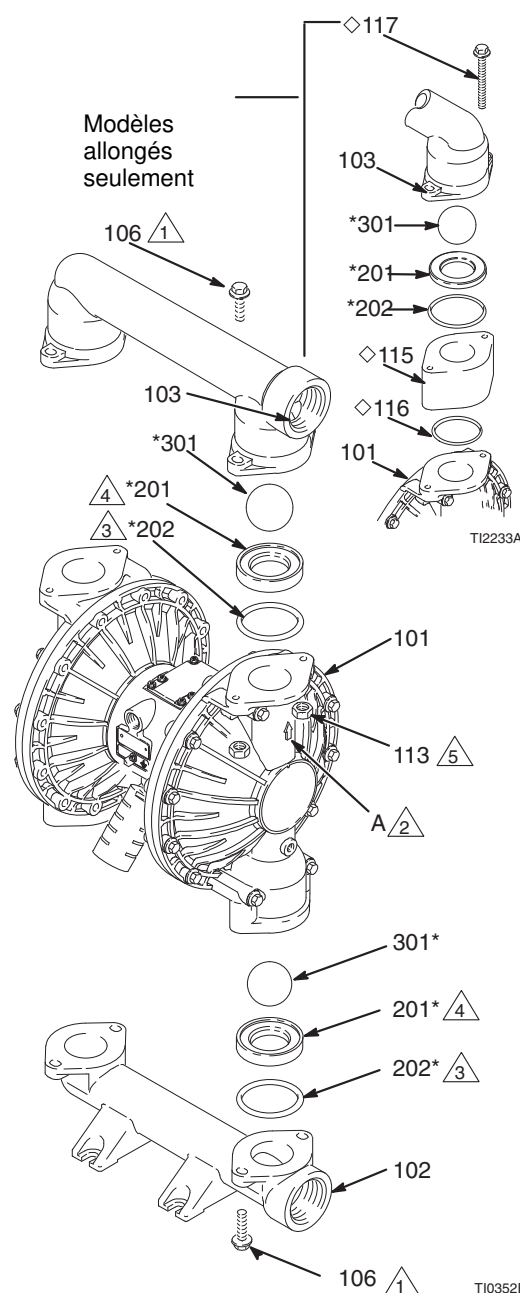

Fig. 10
3. À l'aide d'une clé à douille de 10 mm, retirez les quatre boulons (106) maintenant le collecteur de sortie (103) sur les capots à fluide (101). Consultez la figure 10.
4. Retirez les sièges (201), les billes (301) et les joints toriques (202) du collecteur.
2. Remontez dans l'ordre inverse en tenant compte des remarques sur la FIG. 10. Assurez-vous que les clapets anti-retour à bille sont montés **exactement** comme indiqué. Les flèches (A) sur les capots à fluide (101) **doivent** être orientées vers le collecteur de sortie (103).